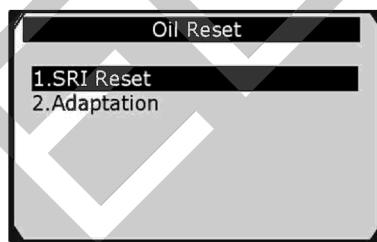

Рисунок 7-7
5) В меню **Oil Reset [Сброс данных замены масла]** (см. рисунок 7.7) выберите параметр **Adaptation [Адаптация]**, а затем нажмите **кнопку OK**. На дисплее появится окно, показанное на рисунке 7-15.